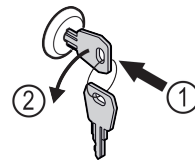

Fig. 167
- ▶ Вдавити ключ. Fig. 167 (1)
- ▶ Повернути ключ на 90° проти годинникової стрілки. Fig. 167 (2)